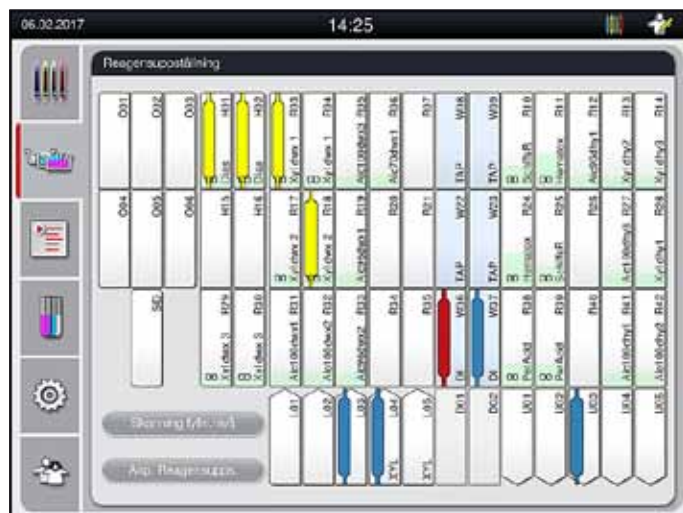

Bild 83
8. Den identifierade handtagsfärgen och den tilldelade programförkortningen visas på respektive station i reagensuppställningen (→ "Bild 83").
- Reagensuppställning med stationsinformation (→ "Bild 83").